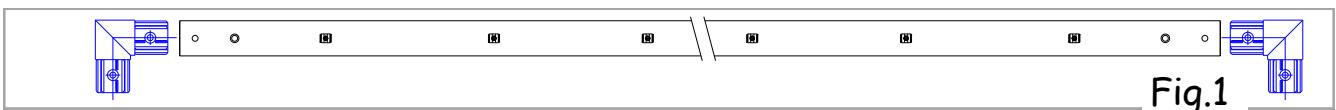

Fig.1
- Assembler les jonctions Ø102 avec crochet sur chaque transversale avec les vis TBHC M10x40 + rondelles => Fig.1
- Assemble the Ø102 junctions with hook on each crossbar with the screws TBHC M10x40, washers => Fig.1